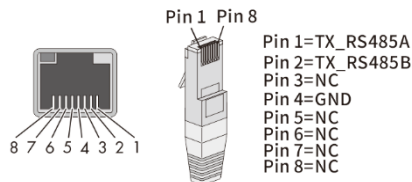

Abb. 19: Kabelanschlussbelegung
- 3 Kommunikationsleitung wie in Abbildung 19 gezeigt konfigurieren (nach DIN 46228-4, kundenseitig bereitgestellt).